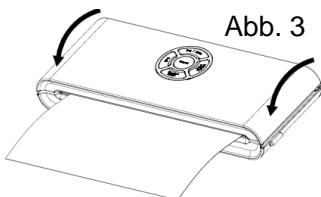

Abb. 3
4. Schließen Sie den oberen Teil des Geräts (Deckelklappe) und drücken Sie ihn gegen den unteren Teil des Geräts, bis er auf beiden Seiten hörbar einschnappt – (**Abb. 3**).